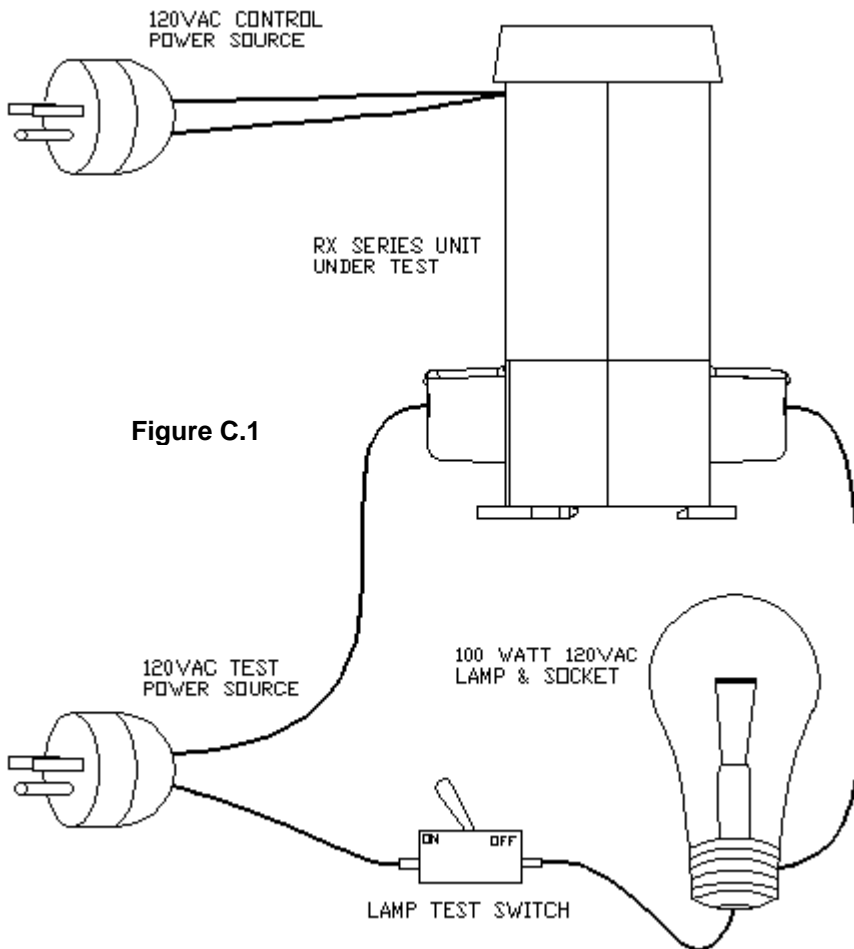

Figure C.1
- Conecte una bombilla de luz de 120V / 100W, en serie con un interruptor de encendido/apagado (ON/OFF) a través de la barra de la fase "A" de la RX a los 120VAC. (Consulte la Figura C.1)